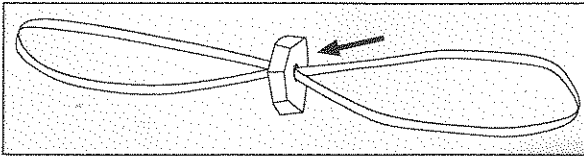
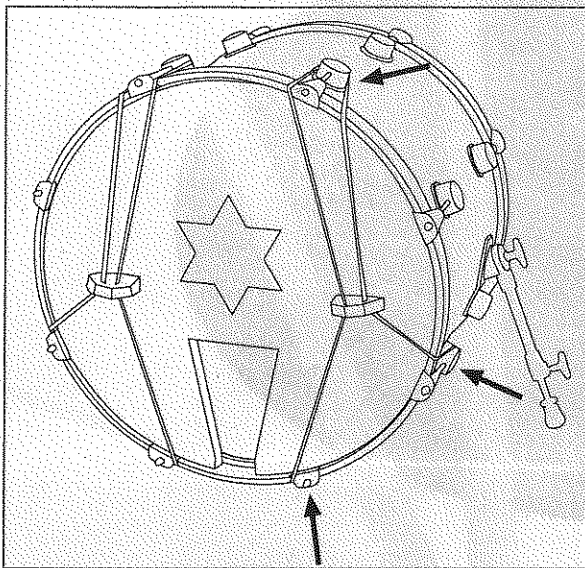
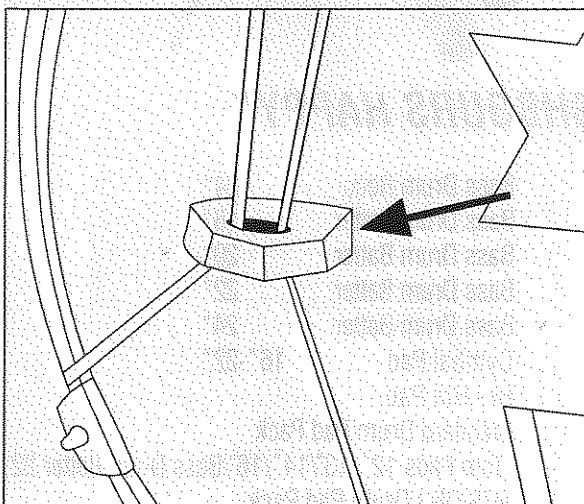

figure 1
figure 2
figure 3
1. Zum Einrichten des Sets positionieren Sie Snare und Stand- bzw. Hängetom ungefähr gleich weit vom Fußpedal entfernt. Veuillez à ce que les deux timbres sur la base soient aussi proches que possible les uns des autres (Abb. 1). Die Hängetoms sind relativ stark zum Spieler hin geneigt (Abb. 2/3), sollten aber auch beim Spielen keinesfalls die Base berühren.
1. Placez les deux grands manches de charleston dans la main (Abb. 2) et placez l'un d'entre eux sur le manche de charleston (Abb. 3) à l'aide d'une baguette à l'intérieur.
Pass the elastic band through the hole in the foam holder so that it is hanging in the middle of the elastic. (figure 1)
Fix one part of the elastic behind the drum tuner (top). The second part has to be torn down so that you can fix it behind the lower tuners. (figure 2)
The foam holder should fix the drum pad according to the picture. (figure 3)